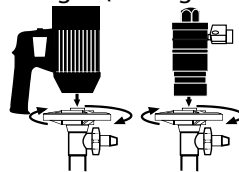

Figure 5
3. Raccorder le moteur au tube de la pompe au moyen du volant de manœuvre gris (voir Figure 5). Voir les